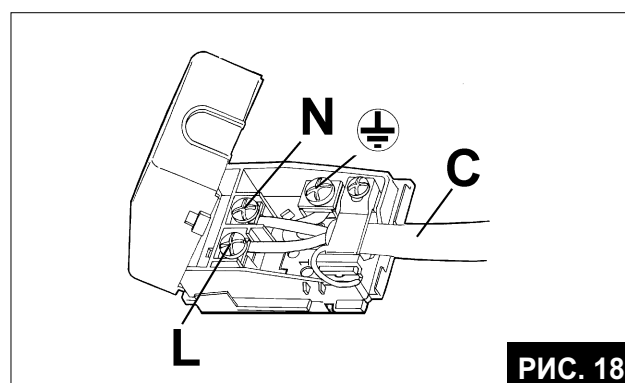

РИС. 18
- использовать с входным кабелем "С", если не предусмотрено (см. рис. 18 - 19 - 20) стандартизированный разъем, соответствующий нагрузке, указанной на паспортной табличке. Подсоединить кабели в соответствии со схемой на рис. 18 - 19 - 20, убедившись в том, что учтены нижеприведенные соответствия:
Необходимо убедиться, что электрическая розетка должным образом заземлена. См. подключение электрических контуров (рис. 18 - 19 - 20).